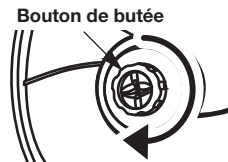

Fig. 31
1. Faites tourner le bouton de butée dans le sens des aiguilles d'une montre jusqu'à ce que tout le fil se trouve à l'intérieur de la tête de coupe (Fig. 31).
3. Tenez le couvre-bobine et tournez le bouton de butée dans le sens des aiguilles d'une montre pour enrouler le fil autour de la bobine, jusqu'à ce qu'environ 12,7 cm de fil dépassent de chaque côté de la tête de coupe. (Fig. 31)